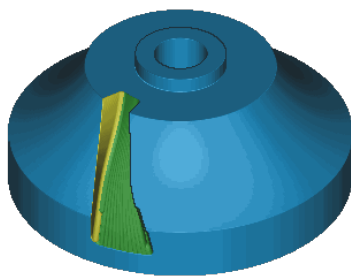

图 5.5.17 2D 仿真结果
Step2. 在“可变轮廓铣”对话框中单击“确认”按钮，系统弹出“刀轨可视化”对话框。在“刀轨可视化”对话框中单击 2D 动态 选项卡，采用系统默认参数设置，调整动画速度后单击“播放”按钮，即可演示刀具按刀轨运行，完成演示后的模型如图 5.5.17 所示，仿真完成后单击 确定 按钮，然后在“可变轮廓铣”对话框中单击 确定 按钮，完成操作。